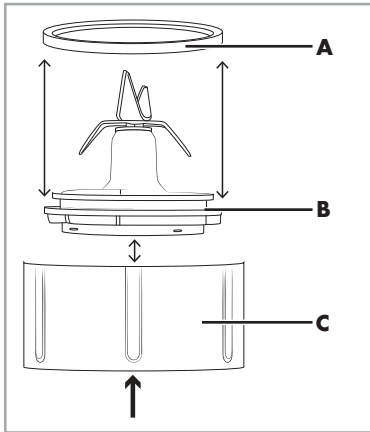

Abb.1: Messerhalter 4
- Nehmen Sie zur gründlichen Reinigung den Messerhalter **4** auseinander (siehe Abb. 1):